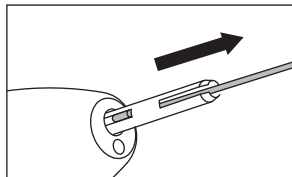

Abb. 3
- 2) Führen Sie den mitgelieferten Stift zur Entfernung des Bohrstopps in die Spannvorrichtung. Ziehen Sie den Bohrstopp heraus, indem Sie in dessen Schlitz einhaken. (Abb. 3)